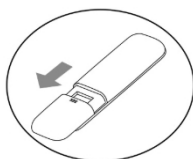

Abb. 1
- Öffnen Sie das Batteriefach, indem Sie die Klappe nach außen schieben (siehe Pfeilrichtung in Abb. 1).